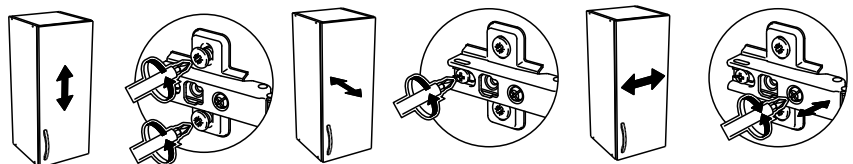

рис. 2
8. Установить тумбу на место эксплуатации, при необходимости произвести регулировку опор и фасадов (рис. 2).